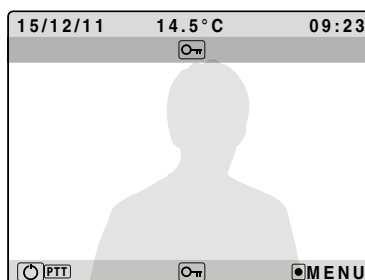

Fig. 2B
- Aprire la porta premendo il pulsante  **Fig.2B**;